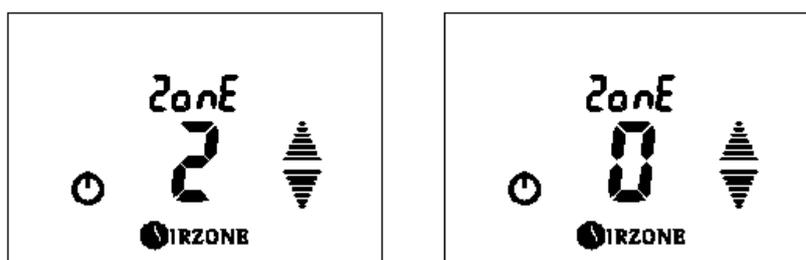

Fig. 77
- Dirección de zona 2onE:** Muestra la dirección de zona configurada. Para modificar el valor de la zona pulse , el valor de zona se pondrá a parpadear, esto indica que podemos modificar el valor. Utilice las flechas para seleccionar el valor 0. Esto reseteará el termostato y las salidas asociadas a éste, dejándolas libres para una nueva configuración. El termostato se irá al menú de configuración rápido (Ver apartado 4.2) para comenzar de nuevo el proceso. Una vez seleccionado el valor correcto pulse para confirmar. Si desea salir del menú pulse para volver al menú anterior. (Fig. 77)